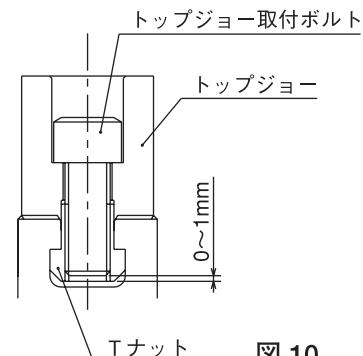

図10
- ジョー取付ボルトのTナットに対するねじ込み深さが浅いと、Tナットが破損し、ジョーや工作物が飛散して危険。取付ボルトが長すぎてTナット底面から突き出ている場合も、トップジョーが固定されないため、ジョーや工作物が飛散して危険。従って、ジョー取付ボルトの全長はTナットの底面より0~1mm程度とすること。（図10参照）